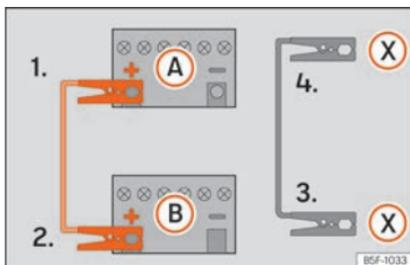

Fig. 69 Schema elettrico per i veicoli dotati di sistema Start&Stop.
- 4b. *Nei veicoli con sistema Start/Stop:* collegare un'estremità del cavo nero di emergenza (X) a un terminale di massa idoneo, a un elemento metallico massiccio avvitato al monoblocco del motore o al monoblocco stesso » » » fig. 69.
5. Collegare l'altra estremità del cavo nero (X), al monoblocco del motore del veicolo con la batteria scarica oppure ad un elemento metallico massiccio annesso al monoblocco e comunque non nelle immediate vicinanze della batteria (A).